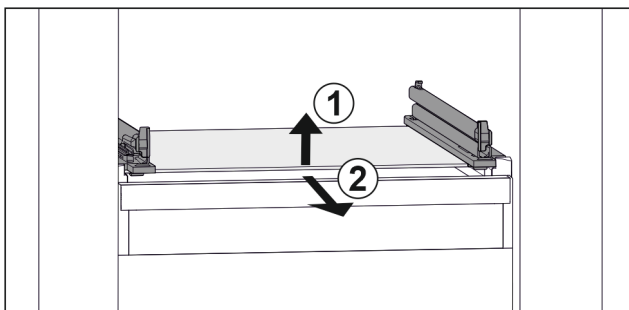

Fig. 112 Príklad zobrazenia sklenenej dosky
- ▶ Nadvihnite sklenenú dosku vpred. Fig. 112 (1)
- ▶ Odoberte sklenenú dosku dopredu. Fig. 112 (2)